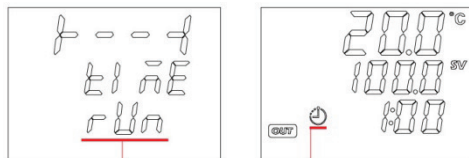

Рисунок 10
8.3.3. Чтобы запустить процесс нагрева по таймеру, нажать и удерживать нажатой 3 секунды кнопку «ТАЙМЕР». При этом на дисплее отобразится символ работы по таймеру, надпись time и три раза мигнёт надпись run. Затем контроллер перейдёт в режим нагрева по таймеру (Рисунок 10).